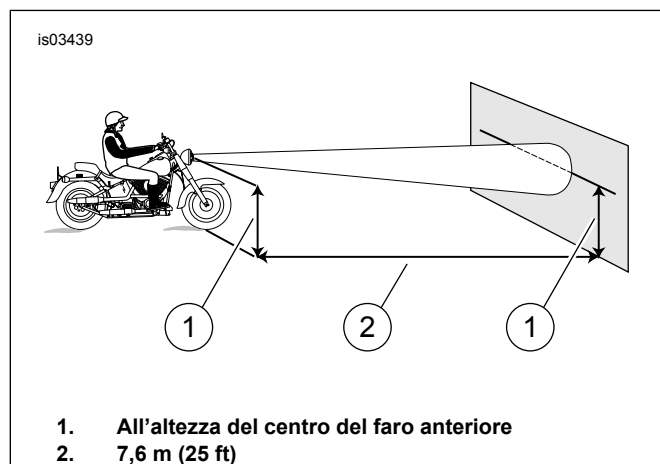

Figura 7. Regolazione del faro anteriore
3. Vedere Figura 7. Collocare la motocicletta a 7,6 m (25 ft) da uno schermo o da una parete. Misurare la distanza tra la base dello schermo o della parete e il punto sul terreno immediatamente sotto l'asse anteriore.